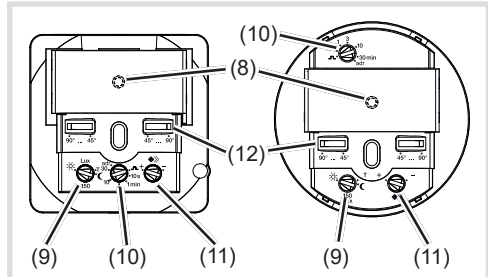

Figura 8
L'angolo di copertura può essere limitato per il lato destro e per il lato sinistro su ogni dispositivo di impostazione (figura 8, 12) tra 45° ... e 90°. In tal modo l'angolo di copertura si trova tra 90° e 180° (figura 5).
- Impostare il potenziometro soglia di luminosità (figura 8, 9) sulla posizione TEST.
- Ruotare il potenziometro soglia di luminosità (figura 8, 9) nella posizione desiderata.
- Ruotare il potenziometro del ritardo di spegnimento (figura 8, 10) sulla posizione desiderata.
- Ruotare il potenziometro sensibilità (figura 8, 11) nella posizione desiderata.